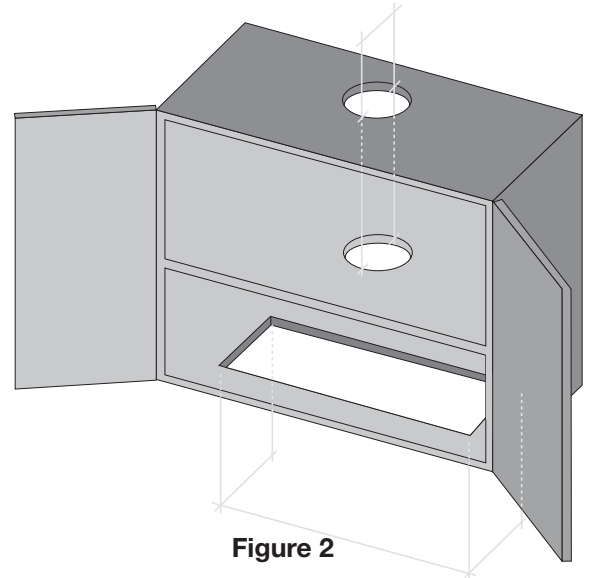

Figure 2
- Mesurez et découpez un trou dans le haut de l'armoire pour l'adapter au conduit de ventilation (voir figure 2).